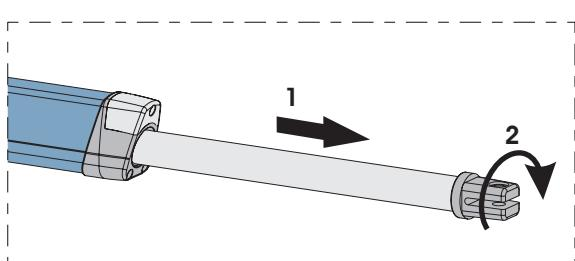

Fig. 9
4) Estrarre completamente lo stelo fino a battuta, fig.9 rif.1.
6) Ruotare di mezzo / un giro lo stelo in senso orario, Fig.9 rif.2